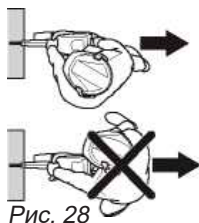

Рис. 28
- Встаньте параллельно режущему диску. Избегайте стоять прямо позади (рис. 28). В случае отдачи резчик будет двигаться в плоскости режущего диска.